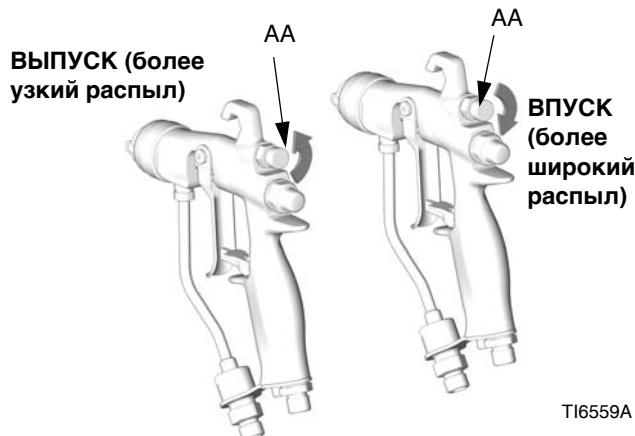

Рис. 5. Ручка регулятора формы распыла
- См. Рис. 5. Закройте подаваемый для регулировки формы распыла воздух, повернув ручку (AA) по часовой стрелке (впуск) до упора. В результате в пистолете-распылителе будет установлен самый широкий распыл.
- См. Рис. 5. Для сужения формы распыла следует повернуть ручку регулятора (AA) против часовой стрелки (Выпуск). Если факел распыла недостаточно узок, немного увеличьте давление воздуха в пистолете-распылителе или воспользуйтесь наконечником другого размера.